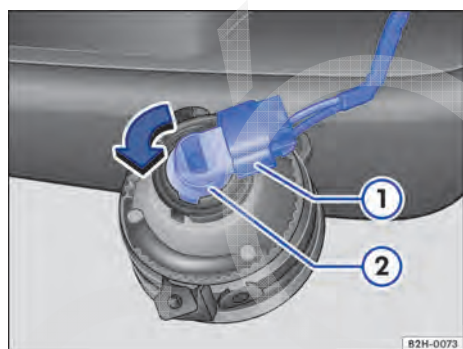

Fig. 171 Substituir a lâmpada incandescente do farol.
5. Destravar e retirar o conector ⇒ Fig. 171 ①.
6. Girar o suporte da lâmpada ② no sentido da seta para a esquerda até o batente e puxar para fora com a lâmpada incandescente.
9. Encaixar o conector ① no suporte da lâmpada ②. O conector deve encaixar audivelmente. ▶